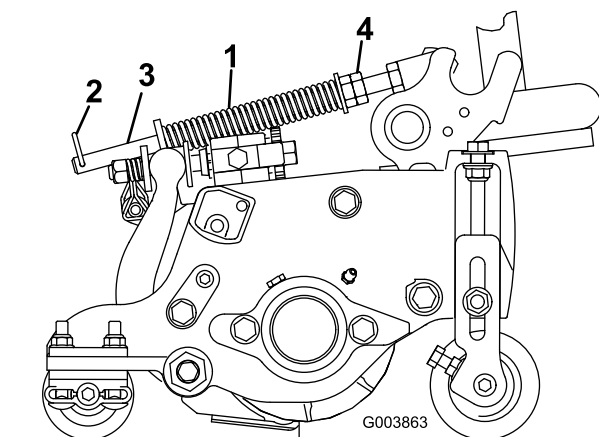

Figura 87
Arcul de compensare pentru gazon transferă greutatea de la rola frontală pe cea posterioară (Figura 87). Acest lucru ajută la reducerea valorilor create la nivelul gazonului, fenomen cunoscut i drept undulare sau oscilare.
1. Asigurați-vă că tiftul în formă de agrafă este montat în orificiul posterior al tijeii arcului (Figura 87).
2. Strângeți piulițele hexagonale pe capătul frontal al tijeii arcului, până când lungimea comprimată a arcului este de 12,7 cm pentru unitățile de tăiere de 5 inci sau 15,9 cm pentru unitățile de tăiere de 7 inci (Figura 87).